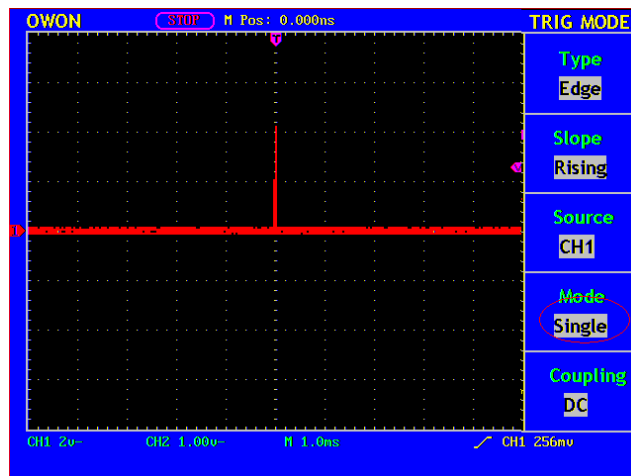

Рисунок 6.3. Регистрация однократного сигнала
- Если в окне состояния запуска, расположенном в верхней части дисплея отсутствует надпись “Ready”, нажмите на **RUN/STOP** для запуска регистрации и прибор начнет ожидание выполнения заданного условия запуска. При достижении сигналом уровня запуска, осциллограф зарегистрирует требуемое количество точек и затем выведет полученную осциллограмму на дисплей. Этот режим работы осциллографа позволяет легко регистрировать случайные события. Например, для регистрации короткого выброса с большой амплитудой установите уровень запуска больше чем амплитуда основного сигнала, затем нажмите кнопку **RUN/STOP** и ждите регистрации процесса осциллографом. При появлении ожидаемого выброса прибор запустится автоматически и запишет форму сигнала до и после момента запуска. Перемещая стрелку-указатель момента запуска вращением регулятора **HORIZONTAL POSITION** можно установить отрицательную задержку, что позволит наблюдать форму сигнала до момента появления ожидаемого выброса (см. рис.6.3.).